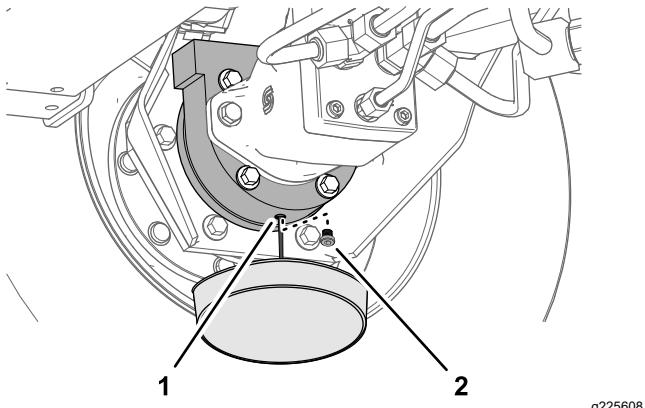

Figura 75
6. Mettete una bacinella sotto la scatola del freno, togliete il tappo di spurgo e lasciate defluire completamente l'olio (Figura 75).